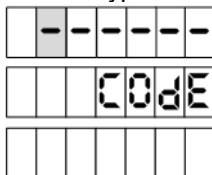

Рисунок 16
7.1 Вход в режим настройки осуществляется при последовательном нажатии кнопок **C** и **→** с паузой между нажатиями не более 3 секунд. УТ/ТРК должна находиться в свободном состоянии (все операции связанные с отпуском топлива должны быть завершены). При этом на табло появится предложение ввести пароль администратора устройства (рисунок 16).